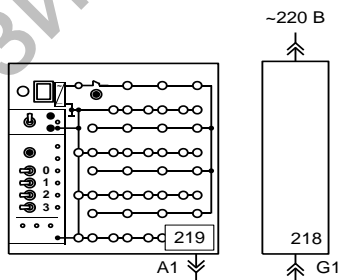

Рисунок 5.9 Схема электропитания блока испытания цифровых устройств
подключается к сети через однофазный источник питания G1, включающий устройство защитного отключения, в соответствии со схемой, приведенной на рис. 5.9.
- Соедините аппаратуру в соответствии со схемой электропитания (рис. 5.9).